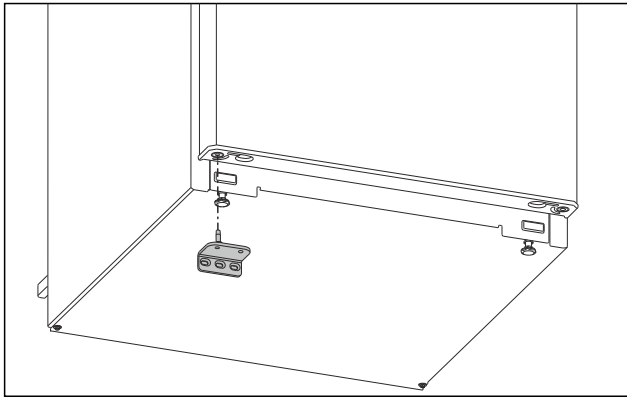

Fig. 22
- Unteren Lagerbock auf der Gegenseite einsetzen. (siehe Fig. 22)